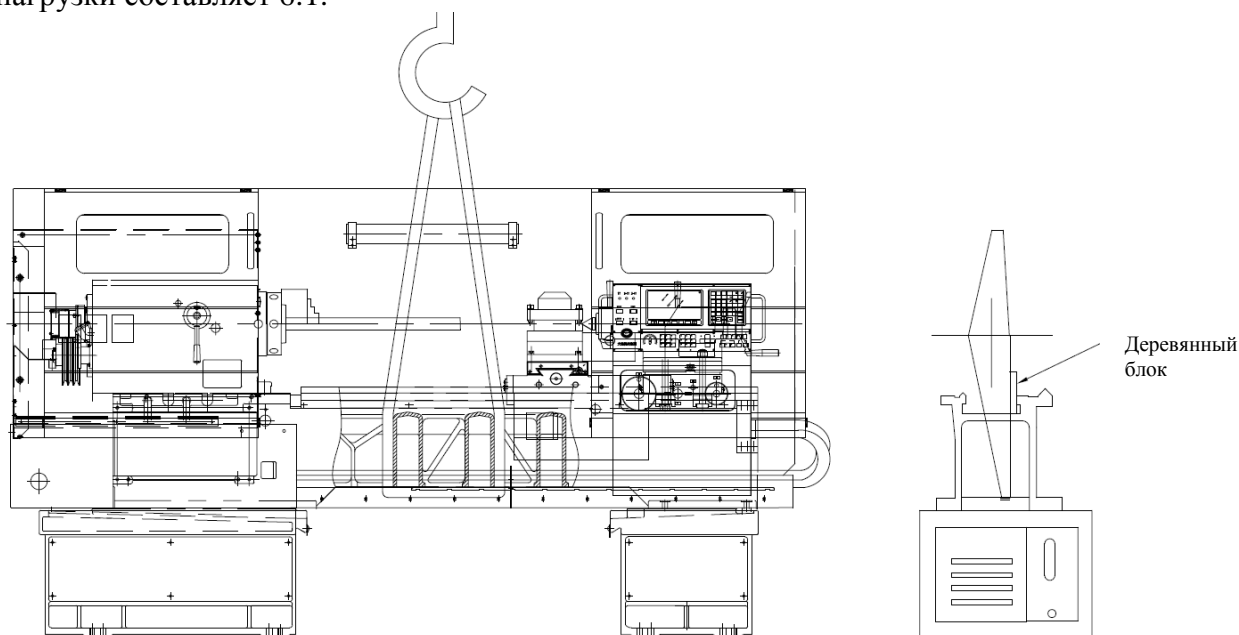

Рисунок 17 Схема строповки станка
Если станок транспортируется без коробки, то схему строповки смотрите на Рисунок 17 Схема строповки станка
2. продеть через внутренние ребра-перемычки станины станка стальной строп (чалку) длиной 2 метра и грузоподъемностью 5 тонн. Запрещается цеплять станки с РМЦ > 750 мм за одно ребро на станине. Концы стропа должны находиться с разных сторон прутка. (см Рисунок 17 Схема строповки станка), для предотвращения опрокидывания станка. Запрещается вставлять пруток в заднюю бабку, это может привести к задирам на конусе пиноли.